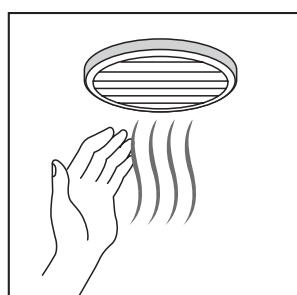

図5
- ① 各排気口に手を当てて、空気が引っ張られているか確認する。(図5)
- ② ブレーカー回路がOFFになっていないか、または本体にあるメンテナンススイッチが何かの理由で切りになっていないか確認する。